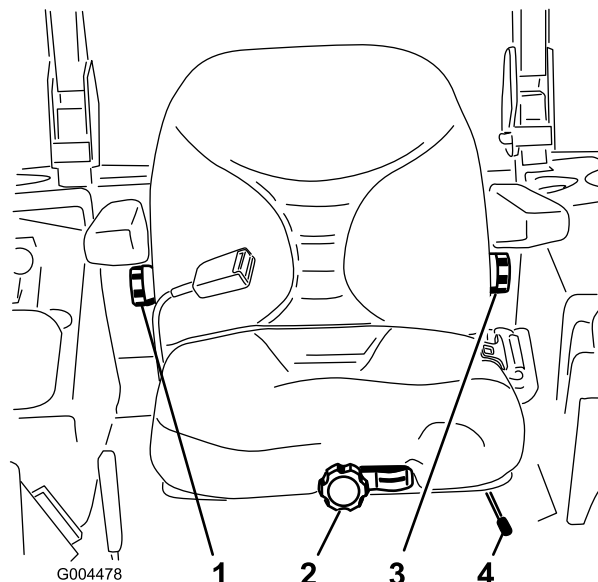

Figura 14
1. Per regolare, spostate lateralmente la leva e sbloccate il sedile (Figura 14).
A sedile vuoto, girate la manopola anteriore nella direzione opportuna, fino ad ottenere il migliore comfort (Figura 14).
Per spostarlo, girate nella direzione opportuna la manopola situata sotto il bracciolo destro, fino ad ottenere il migliore comfort (Figura 14).
Per spostarlo, girate nella direzione opportuna la manopola situata sotto il bracciolo sinistro, fino ad ottenere il migliore comfort (Figura 14).